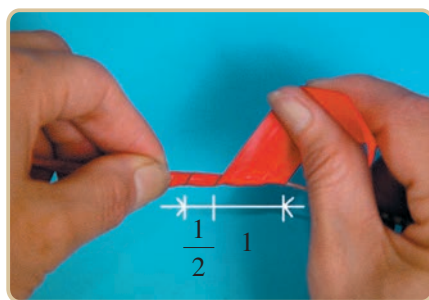

图 1-23
② 绝缘胶布采用1/2叠包法包至另一端完整绝缘层后,再包3~4圈,如图1-23。